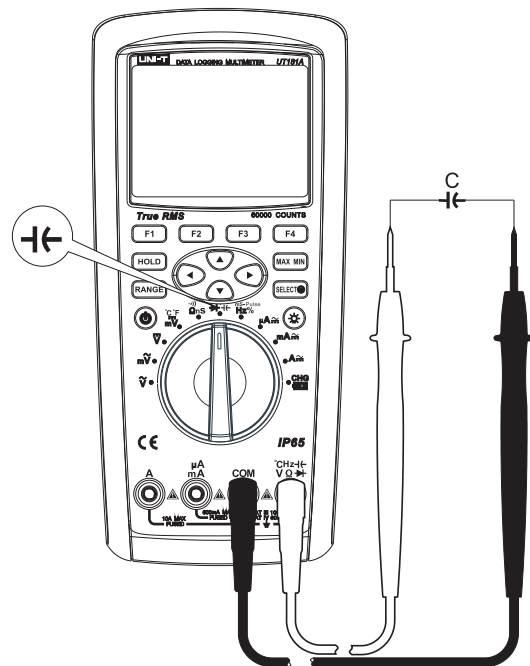

图9
- 2) 将仪表的旋钮开关转到" $\rightarrow$ "测量档, 按SELECT键选择 电容测量档, 如图9, 将表笔并联到被测电容两端。